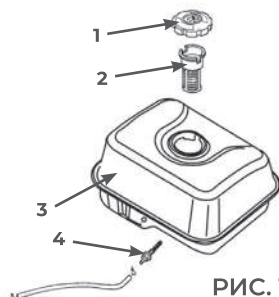

РИС. 12
- Сетчатый фильтр в заливной горловине (2) – предотвращает попадание крупных загрязнений при заправке.
- Фильтр на выходном штуцере внутри бака (4) – тонкая фильтрация перед подачей топлива в карбюратор (Рис. 12).